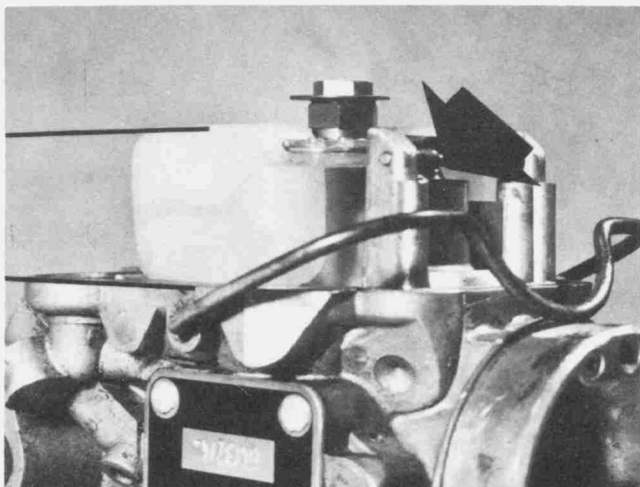

Bild 206
- Kontrollieren, ob dann, wenn der Schwimmerhebel die Schwimbernadel gerade berührt, der Schwimmer parallel zum Schwimmergehäuse-Flansch liegt. Der Schwimmerhebel kann zum Einstellen vorsichtig gebogen werden (Bild 206).